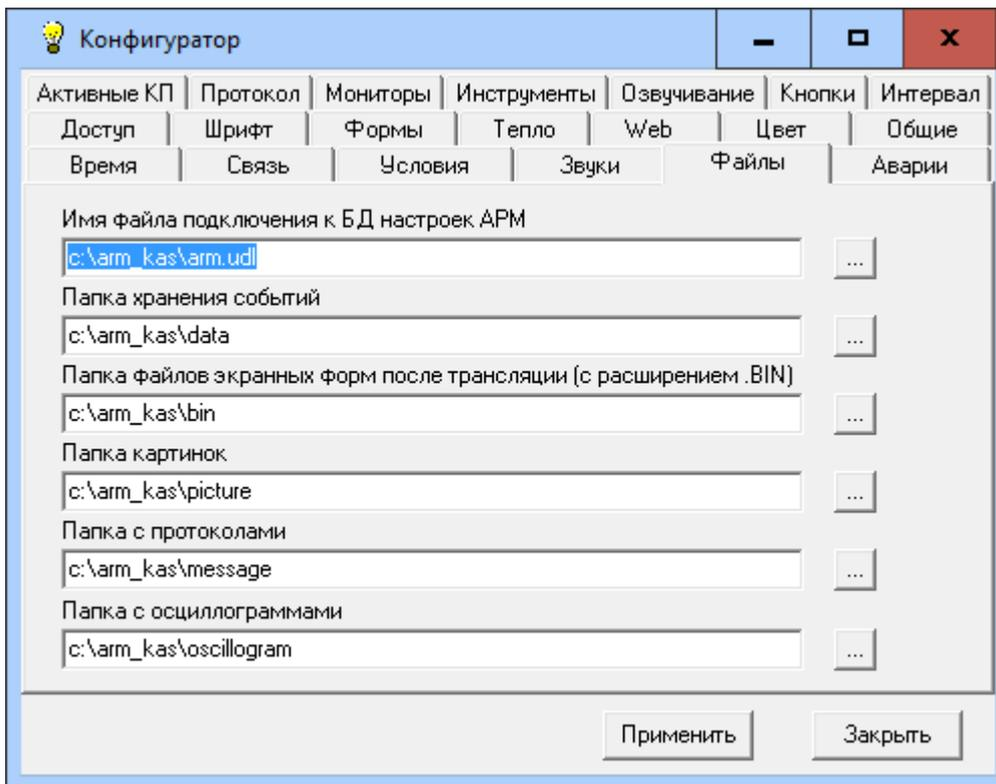

Рис.3.7. Окно конфигурации АРМ ТМ. Закладка “Файлы/Папки”.
3.4.5. Закладка “Файлы/Папки” имеет вид, показанный на рис.3.7.